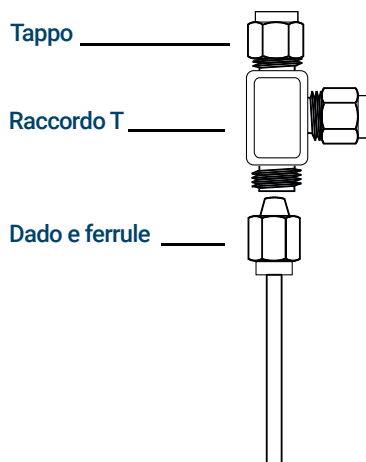

Figura 21. T Swagelok
- 1 Tagliare il tubo dove si desidera installare il T. Collegare il tubo e il T con un raccordo Swagelok. Vedere **Figura 21**.